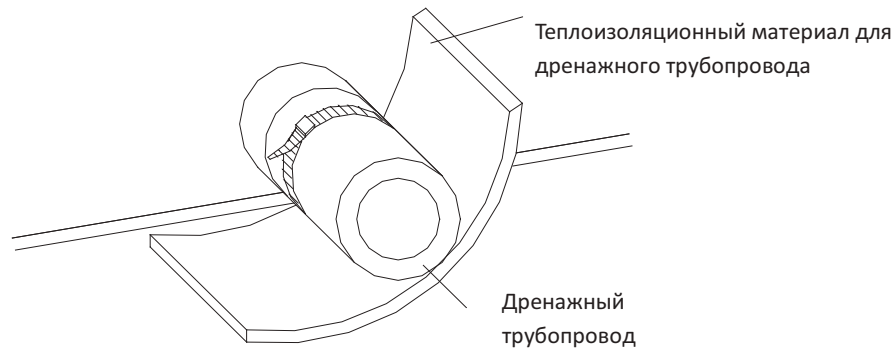

Рис.8.6 Теплоизоляция дренажного трубопровода
- 1) Для оптимального слива дренажный трубопровод необходимо устанавливать под углом наклона 5~10°. Во избежание скопления конденсата на внешней стороне трубопровода необходимо защитить муфты дренажного трубопровода теплоизоляционным материалом (см. Рис.8.6).